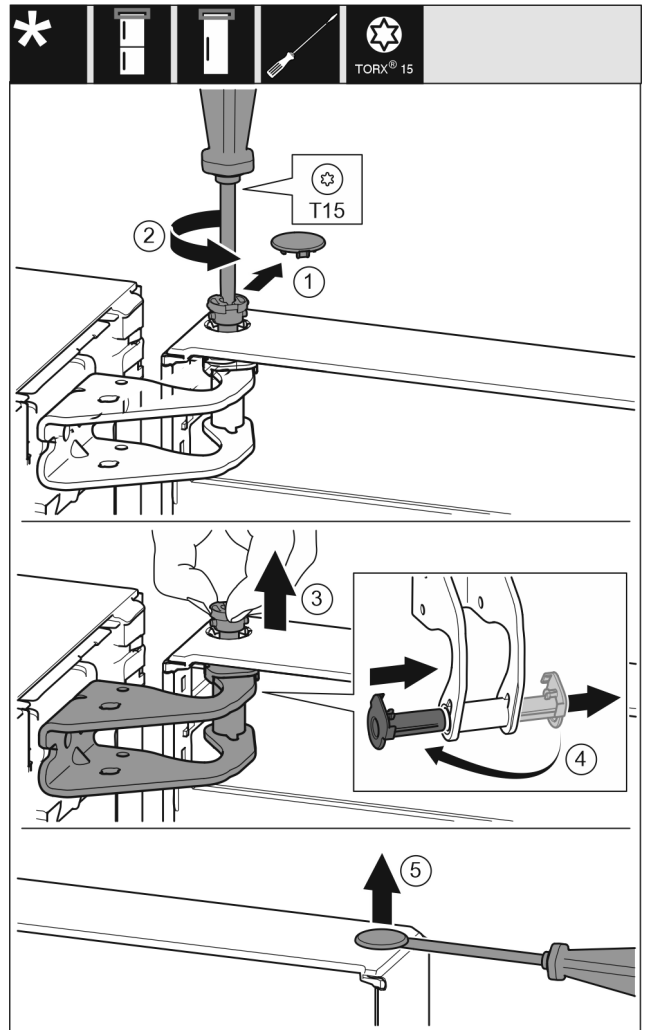

Fig. 9
- ▶ Обережно зніміть запобіжну кришку. Fig. 9 (1)
- ▶ Трохи викрутіть гвинт за допомогою викрутки T15. Fig. 9 (2)
- ▶ Притримуйте дверцята і витягніть палець руками. Fig. 9 (3)
- ▶ Витягніть із напрямної опорну втулку. Встановіть і зафіксуйте з іншого боку. Fig. 9 (4)
- ▶ За допомогою шліцевої викрутки обережно підійміть пробку із опорного втулка дверцят та витягніть її. Fig. 9 (5)